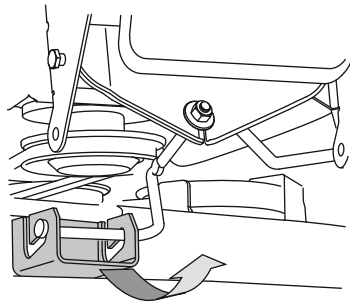

Figura 31
8. En plataformas de 38", deslice suavemente la plataforma de corte hacia la parte delantera del tractor y con cuidado guíe los ganchos de la plataforma para extraerlos de la varilla estabilizadora de la plataforma. Consulte la Figura 31.